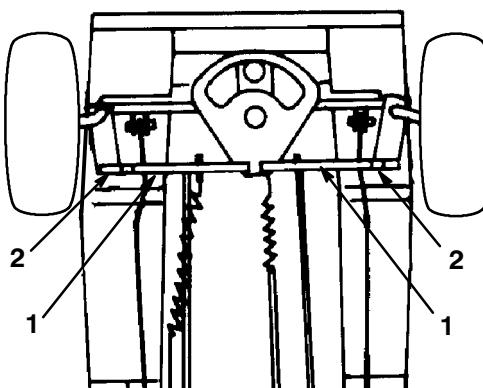

Bild 26
Halten Sie die Vorspur der Vorderräder laut Angaben bei. Wenn Sie eine ungleichmäßige Abnutzung der Reifen, ein Abreiben der Rasenfläche oder ein Erschweren der Lenkung feststellen, kann eine Einstellung erforderlich sein. Kontrollieren Sie die Vorspur nach jeweils 100 Betriebsstunden oder mindestens jährlich (Bild 26).
- Messen Sie den Abstand zwischen den Rädern an der Vorder- und Rückseite der Räder auf Schafthöhe (Bild 26).
- Lockern Sie zum Fluchten der Vorderräder die Klemmmutter und drehen das Ende der Spurstange (es gibt nur eine einstellbare Stange), bis die Distanz der Mittellinie über der Vorderseite der Räder (d1) 1,5 – 6,3 mm weniger beträgt als die Distanz der Mittellinie über der Rückseite der Vorderräder (d2) (Bild 26 u. 27).